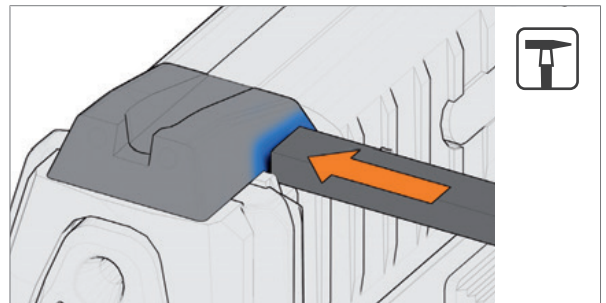

Abb. 28: Visier entnehmen
1. Visier mit Werkzeug entnehmen (Abb. 28).